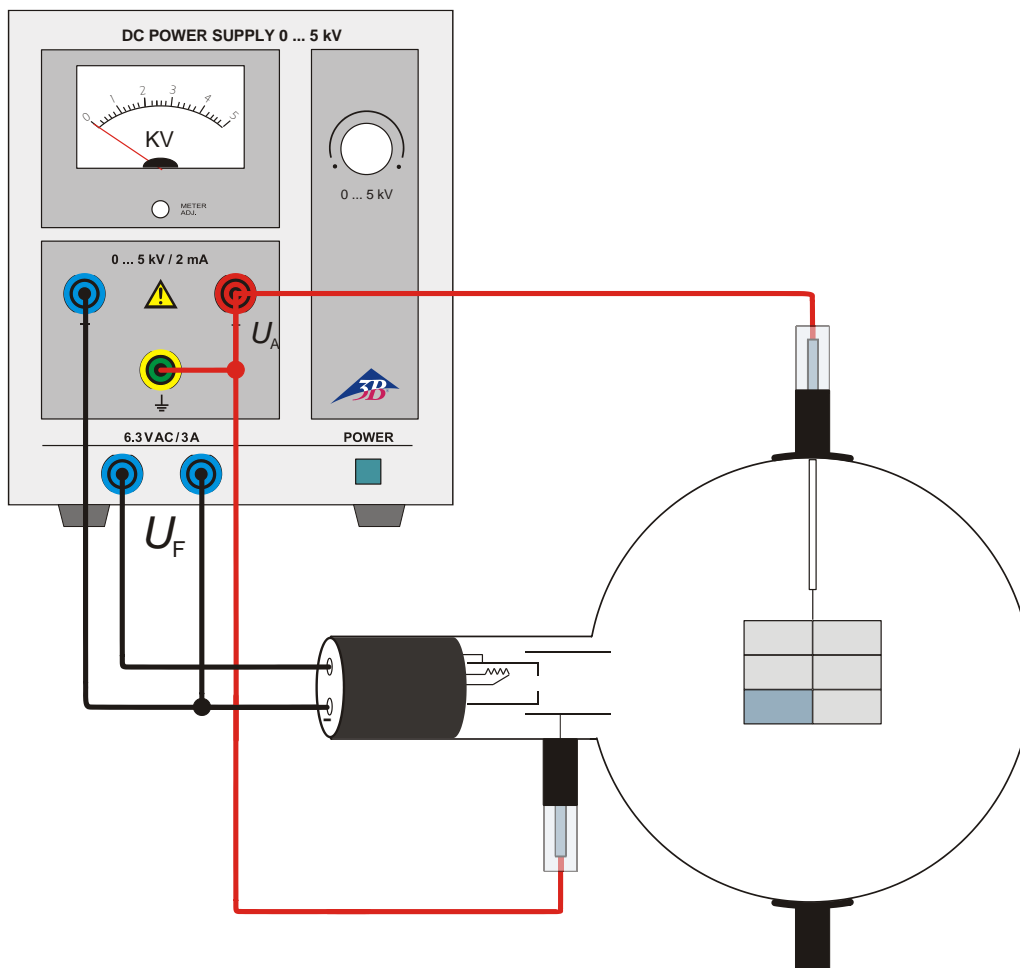

Fig. 1 Excitación por bombardeo de electrones
- El tubo de luminiscencia se cablea de acuerdo con la Fig. 1.